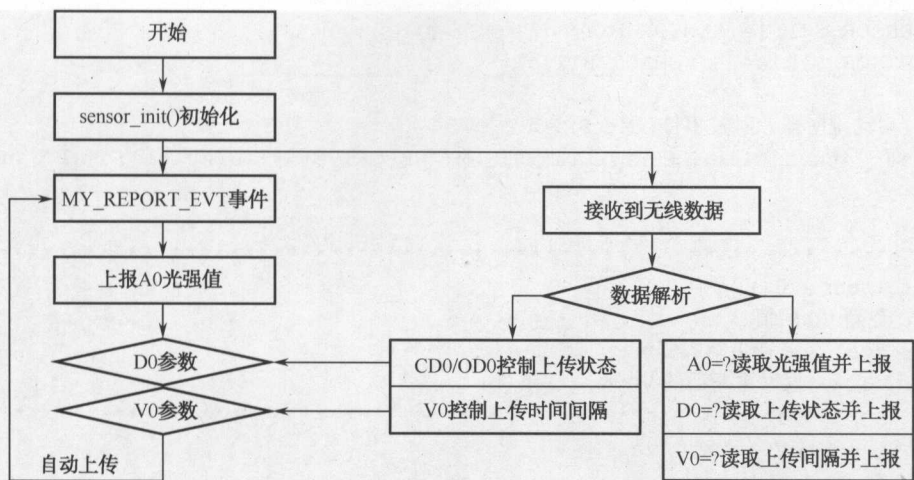

图 3.31 光敏传感器程序逻辑
(2) 传感器驱动程序开发。光敏传感器程序逻辑和温湿度传感器类似，都属于采集类传感器，驱动开发设计流程如图 3.31 所示。